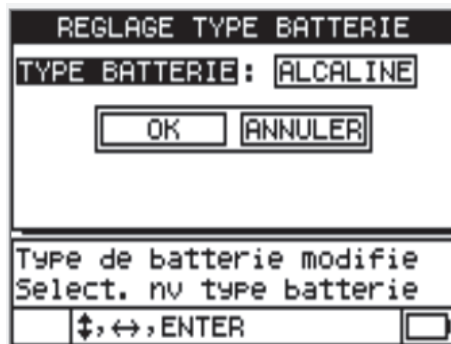

Figure 2-3 Sélection du nouveau type de piles
11. Utilisez les touches de déplacement vers la droite ou la gauche pour répondre à la question dans la partie inférieure de l'écran sur le type de piles utilisées, et puis appuyez sur [ENTER] (voir la Figure 2-3 à la page 34) :